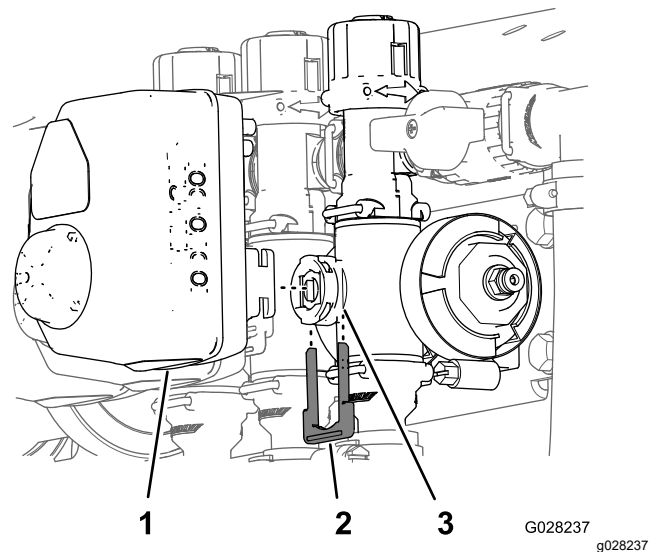

Рисунок 112
3. Снимите держатель, который крепит привод к коллекторному клапану управления интенсивностью, перемешивания, главному клапану секций или клапану секции (Рисунок 112).